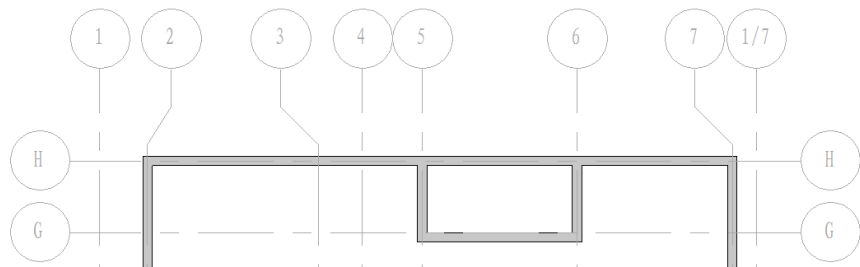

图 3-22
- (1) 单击设计栏“基本”-“墙”命令，在类型选择器中选择“外墙—机刨横纹灰白色花岗石墙面”类型，单击“属性”按钮打开“图元属性”对话框。
- (2) 设置实例参数“基准限制条件”为“1F”，“顶部限制条件”为“直到标高 2F”，单击“确定”关闭对话框。
- (3) 选项栏选择“绘制”命令，“定位线”选择“墙中心线”，移动光标单击鼠标左键捕捉 H 轴和 5 轴交点为绘制墙体起点，然后逆时针单击捕捉 G 轴与 5 轴交点、G 轴与 6 轴交点、H 轴与 6 轴交点，绘制 3 面墙体。
- (4) 再用工具栏“对齐”命令，按前述方法，将 G 轴墙的外边线与 G 轴对齐，结果如图 3-22 所示。